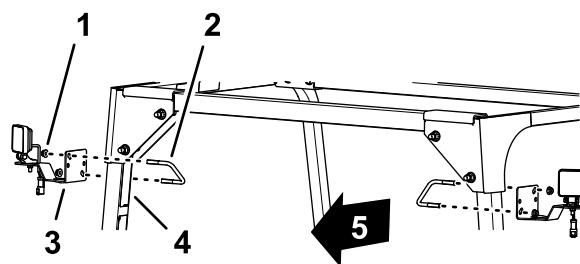

Bild 7
1. Befestigen Sie den LED-Scheinwerfer und die Halterung wie in **Bild 7** abgebildet mit dem U-Bügel ($\frac{3}{8}$ " x $3\frac{1}{2}$ " x 2-13/16") und der Sicherungsbundmutter ($\frac{3}{8}$ ") am hinteren Überrollsitzschutzrohr.